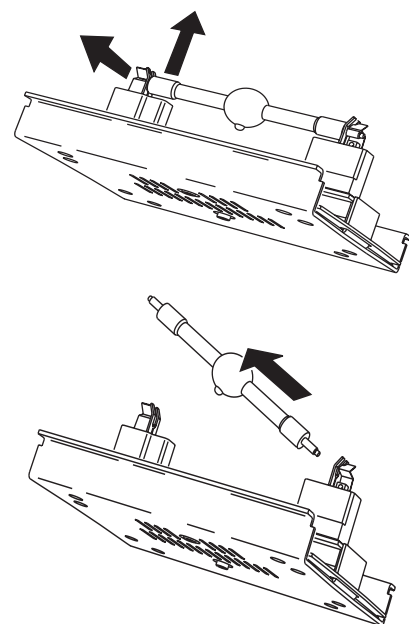

Bild 5: Ausbau des Leuchtmittels
- 3 Unter Bezug auf Bild 5: Lösen Sie die Haltefeder am linken Sockel und kippen Sie das Leuchtmittel nach vorne. Ziehen Sie das andere Ende aus dem Sockel.